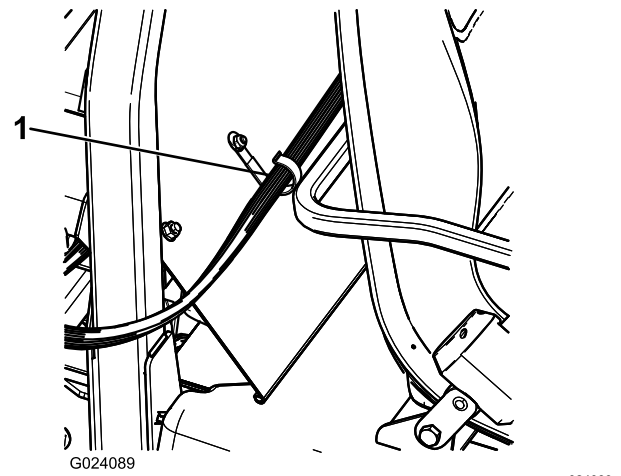

**Figura 21**
1. Monte os 2 grampos em forma de J na consola central nos pontos indicados em Figura 20 ou Figura 21 utilizando os parafusos existentes.